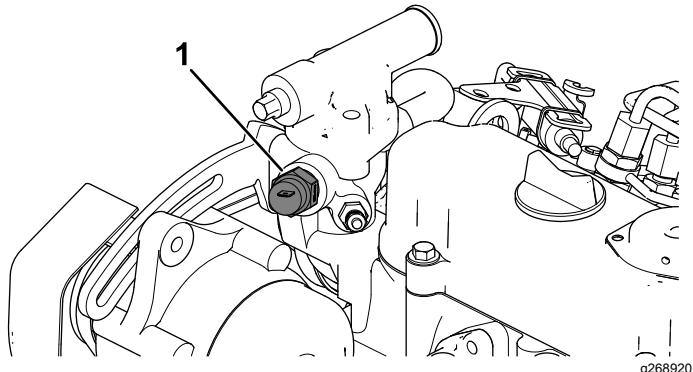

Figura 14
- A. Retire o interruptor de temperatura da caixa do termóstato (Figura 14).